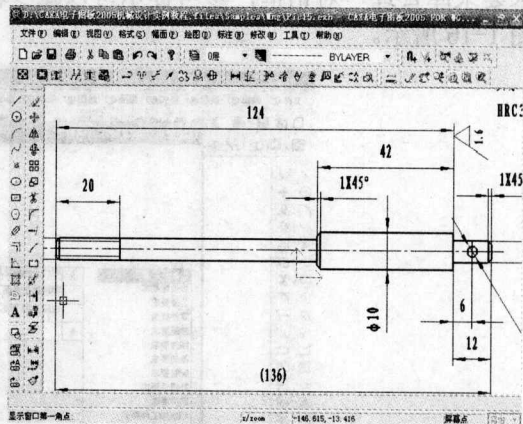

图 1-20 连接杆局部放大图
有时在绘图中我们经常会遇到需要观察和绘制图样局部,显示窗口命令就能满足用户需求,使用方法是单击显示窗口图标^③,屏幕上立即菜单提示选择要求,选择合适的部位后单击鼠标左键,则屏幕放大显示需要观察和绘制的部分。如图 1-20 所示。